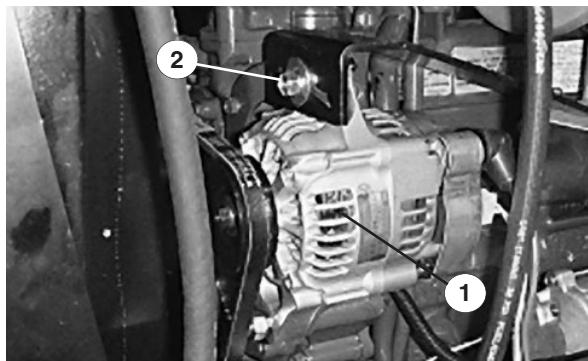

Figure 26
- Etat et tension—Vérifiez l'état et la tension de la courroie (Fig. 26) toutes les 100 heures de service.